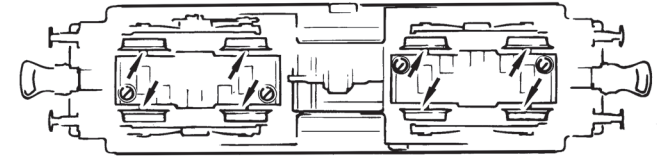

Fig. 8
**3. Haftreifenwechsel:** Zuerst den Getriebedeckel abnehmen (Fig. 4). Danach den **Radsatz** herausnehmen und die **Haftreifen** mit einer Nadel od. mit einem feinen Schraubendreher abziehen (Fig. 8). Beim Aufziehen der neuen Haftreifen darauf achten, dass diese sich nicht verdrehen.
**3. Change of traction tyre:** Remove the gear cover (fig. 4). Take out **wheel set** and remove **traction tyre** using a pin or a fine screwdriver (fig. 8). When pressing on the new traction tyre please **avoid twisting it**.
**3. Échange des bandages d'adhérence:** Démontez d'abord **le couvercle du carter des engrenages** des en-grenages (fig. 4). Délogez ensuite les essieux ban-dagées et enlevez, à l'aide d'une aiguille ou d'un tourne-vis fin, les bandages d'adhérence (fig. 8). Lors du montage des nouveaux bandages veuillez veiller à ce que les bandages **ne soient pas tor-dues**.